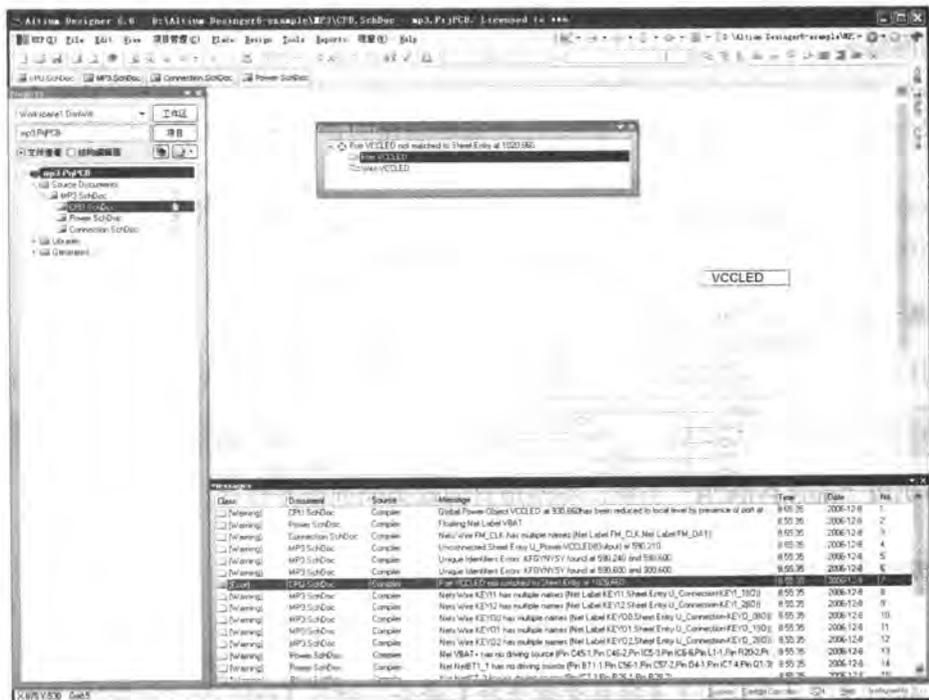

图 6-6 “Error” 信息显示
- [3] 双击“Error”前面的橙色方块，在弹出的【Compile Errors】面板中，显示了错误的原因及位置，即于原理图“CPU.SchDoc”中，名称为“VCCLED”的端口与图纸入口不匹配，同时，原理图“CPU.SchDoc”被打开，名称为“VCCLED”的端口处于高亮显示的状态，如图 6-6 所示。